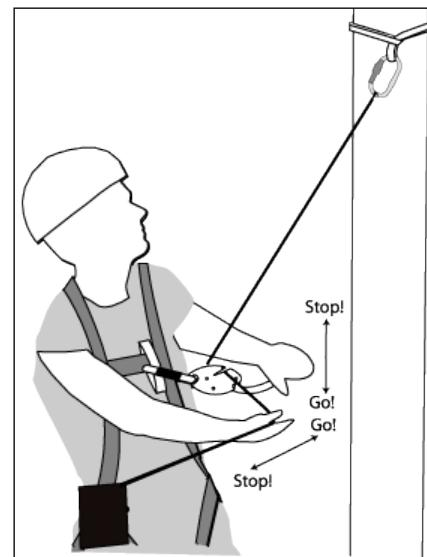

Figure 4 Contrôler la descente
- 6) Commencez à descendre en utilisant le Smartline (fig. 4).